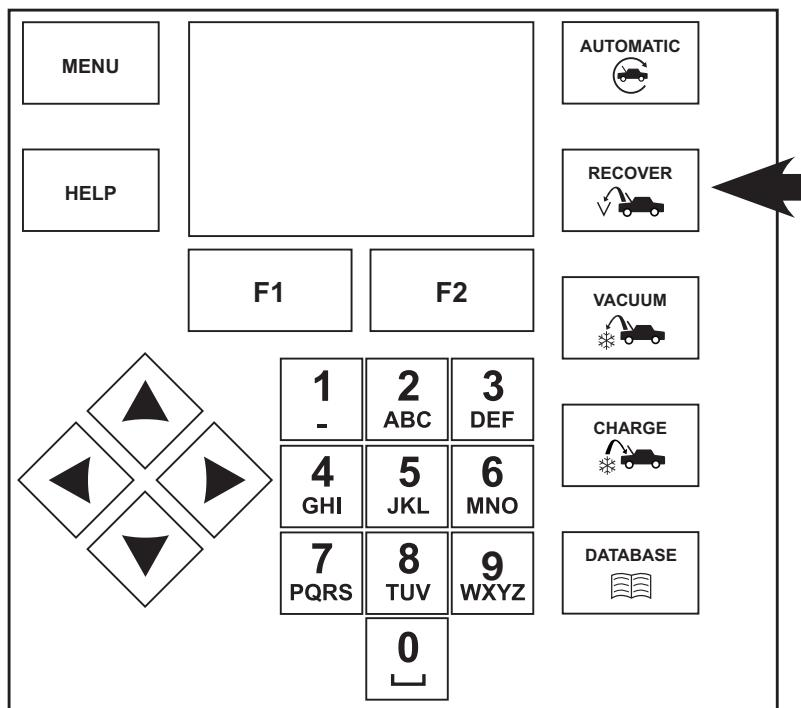

Abbildung 4
5. Drücken Sie die Taste **ABSAUGEN** auf dem Bedienfeld. Siehe Abbildung 4.